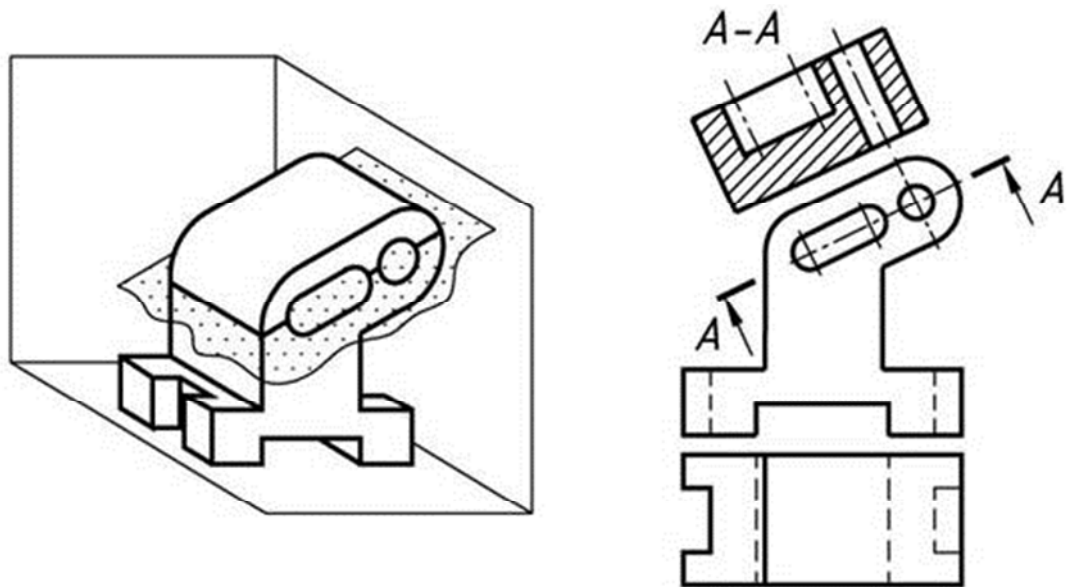

Рис. 5
- ☐ наклонные (рис. 5);
При получении наклонных разрезов секущая плоскость составляет с горизонтальной плоскостью угол, отличный от прямого угла (см. рис. 5).